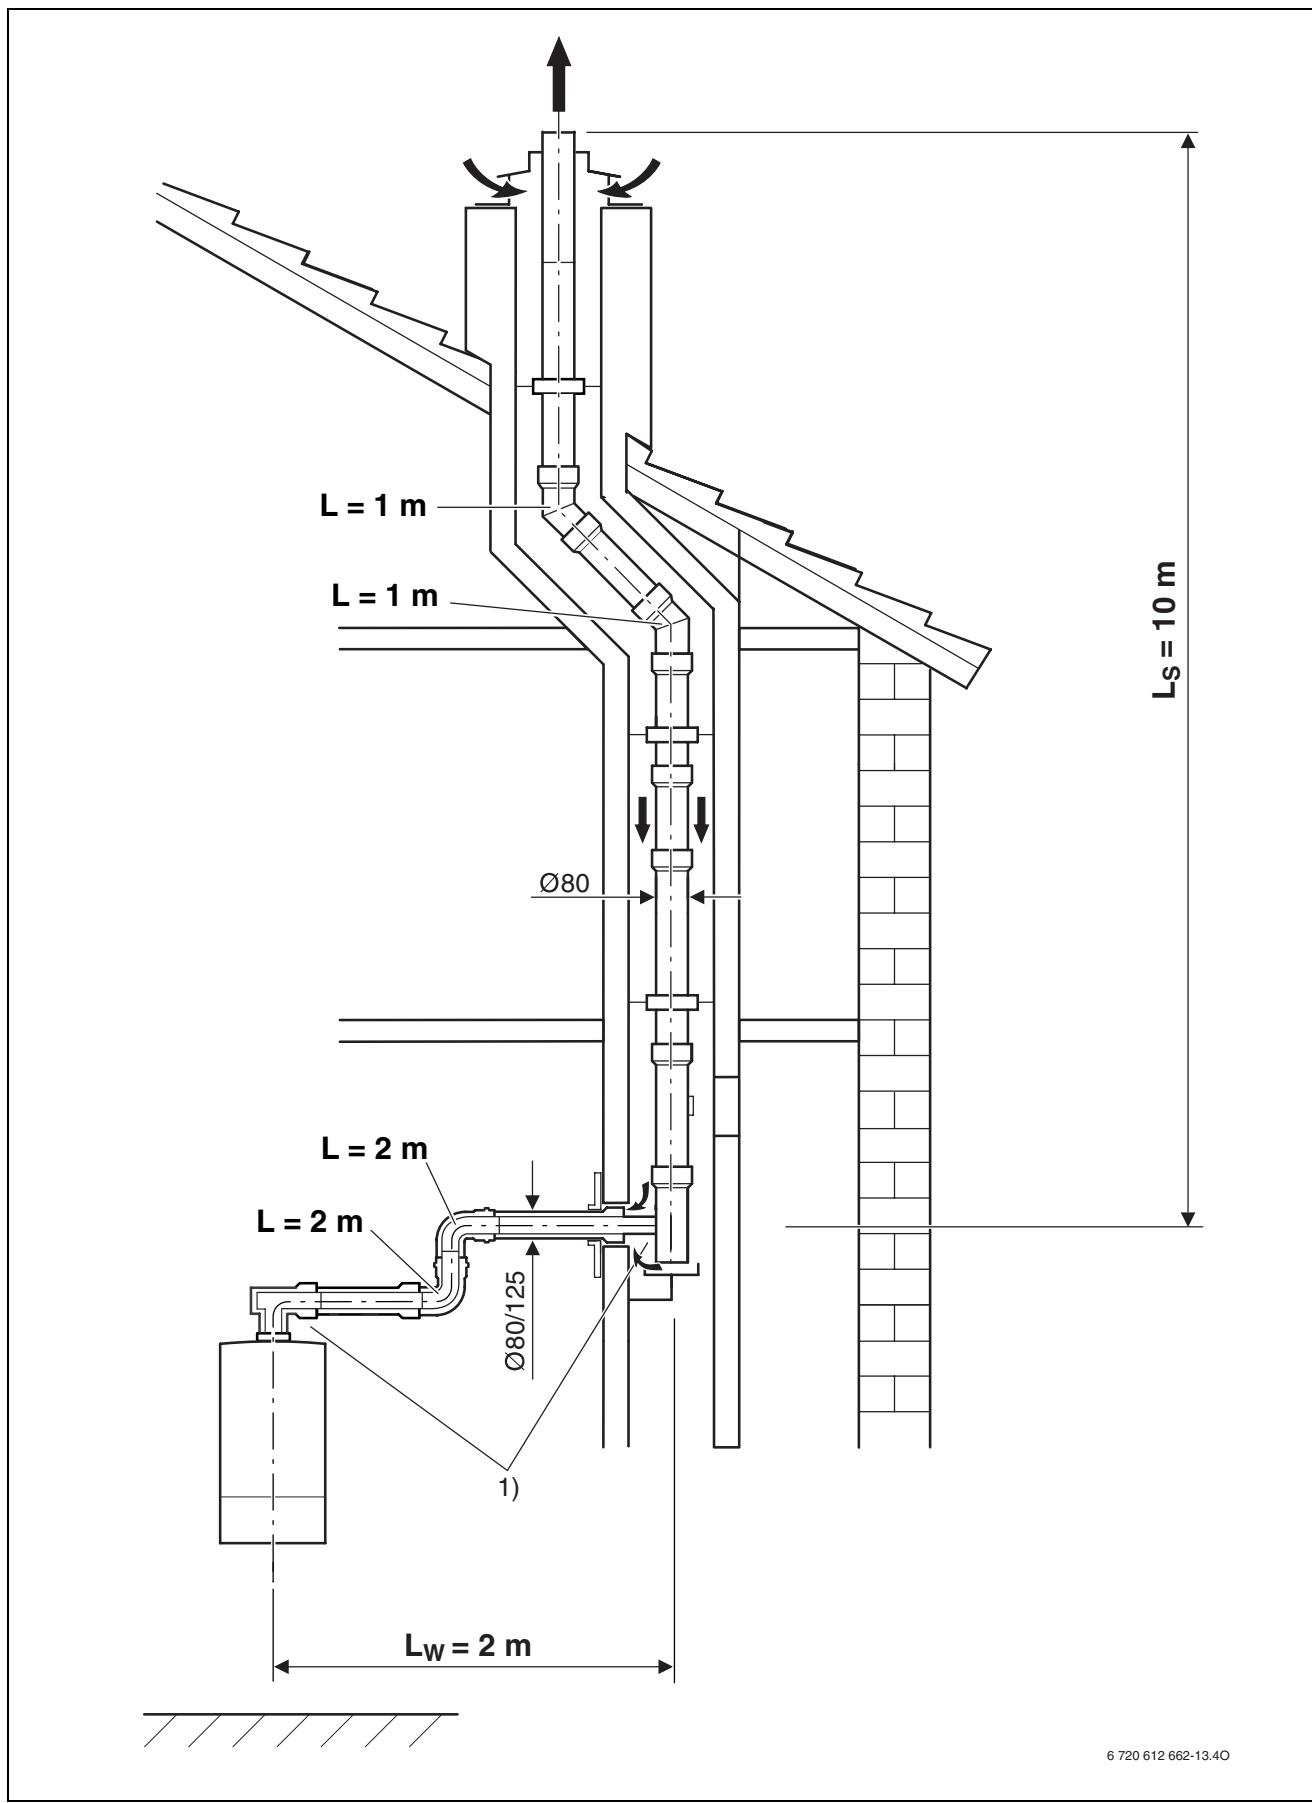

Рис. 23
5.4 Пример расчета длин дымовых труб (рис. 23)